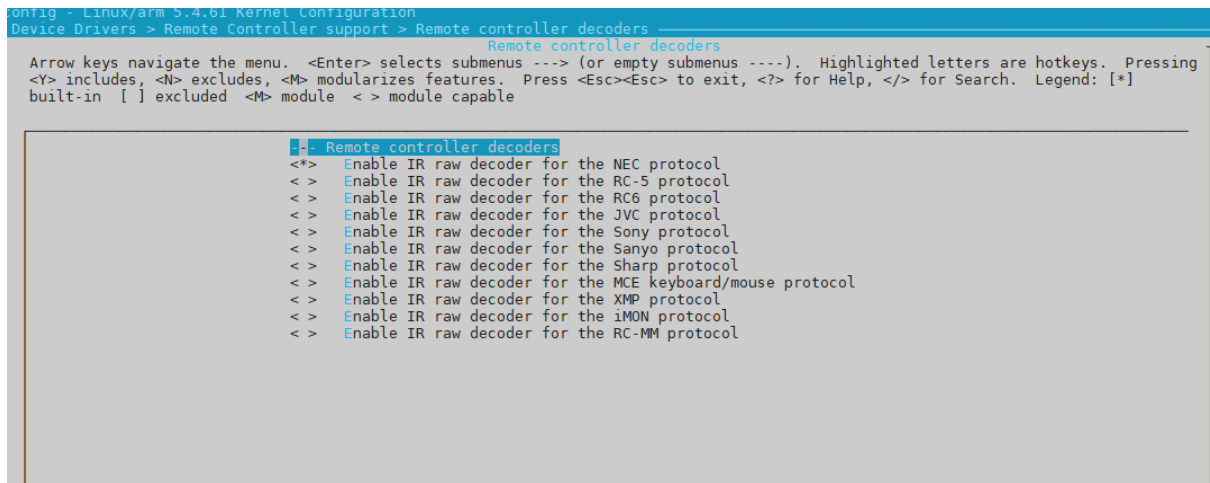

图 4-2: Linux-5.4 decoders 选择界面
2. 进入 Remote controller decoders 页面，选择所要支持的 IR 协议，这里选择的是 NEC 协议，如图 4-2 所示：